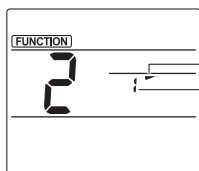

Fig. 5-2
1. На экране настройки Function (Функция) нажмите кнопку **1** ④ и выберите функцию № "2".
2. Нажмите кнопку **SET** ③.
- Будет мигать номер заслонки ②. (Fig. 5-2)
3. Нажмите кнопку **2** ④, чтобы выбрать номер заслонки.
4. Нажмите кнопку **SET** ③.
- Параметр направления воздушного потока ③ будет мигать. (Fig. 5-2)
5. Нажмите кнопку **2** ④, чтобы выбрать направление воздушного потока, в котором вы хотите зафиксировать положение заслонки.